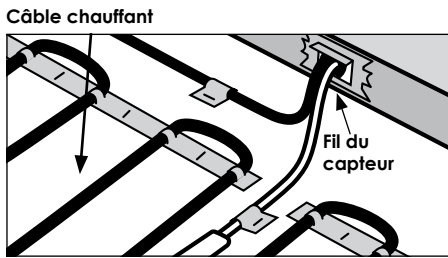

Figure 2
- Tirer sur le fil du capteur pour l'introduire dans le boîtier et le fixer au plancher. Voir la figure 2. Le fil ne doit pas croiser ni passer par-dessus un autre fil ou câble sur le plancher ET doit être enchâssé dans le mortier à base de ciment de la même façon que les câbles chauffants.